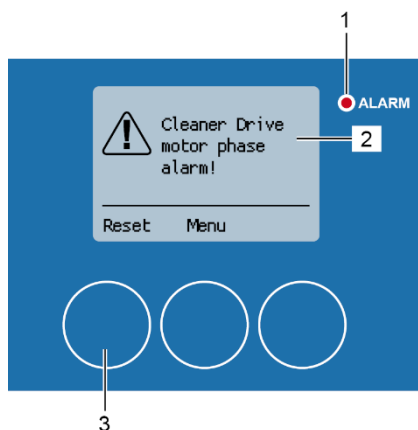

Figura 193: Alarma de fase del motor
El mensaje de alarma «¡Alarma de fase del motor del accionamiento del limpiador!» (Figura 193/2) aparece durante el proceso de limpieza si hay un problema con la conexión entre el motor paso a paso y el riel de limpieza. El indicador LED rojo de alarma (Figura 193/1) se enciende.
2. Restablezca el mensaje de alarma pulsando [Restablecer] (Figura 193/3).